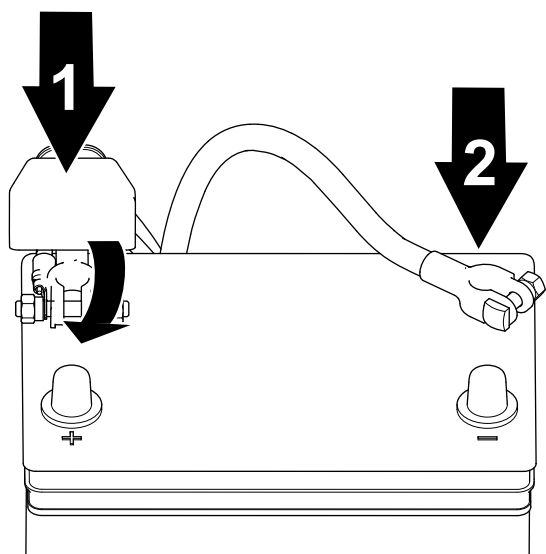

図 34
- プラス+ケーブルをバッテリーに接続し、クランプナットで接続する 図 34。
2. マイナス-ケーブルをバッテリーに接続し、クランプナットで接続する 図 34。